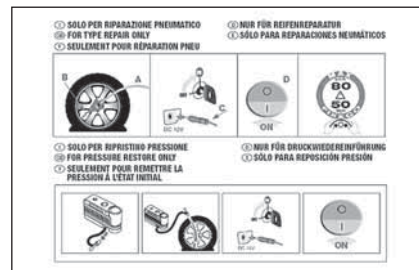

fig. 4
- ☐ dépliant informatif **fig. 4**, employé pour une utilisation correcte et rapide du kit de réparation rapide et livré ensuite au personnel qui devra manier le pneu traité;